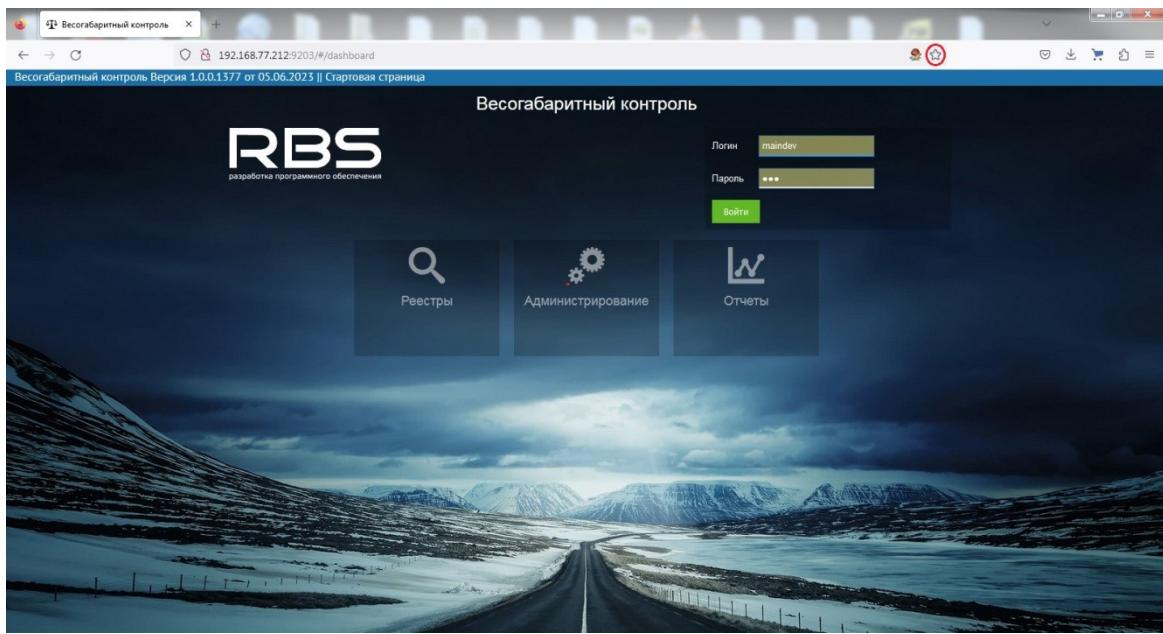

Рисунок 3 Создание закладки.
- нажать на кнопку браузера «Звёздочка» (Рисунок 3);